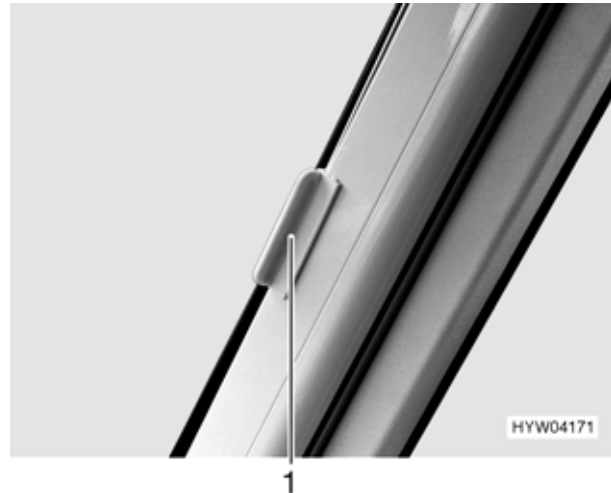
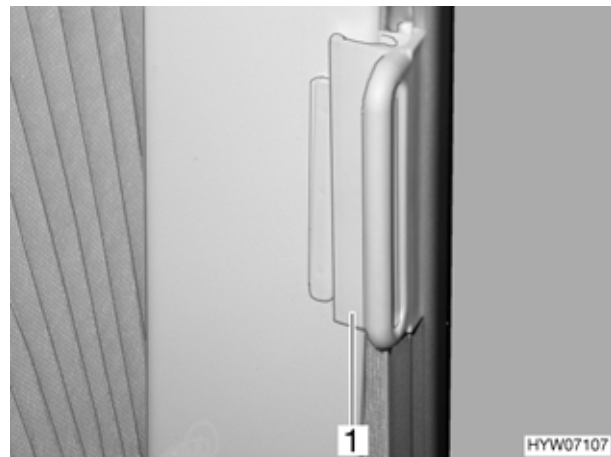

Bild 20 Dispositivo di bloccaggio aggiuntivo per le tendine oscuranti pieghevoli sulla prua (classe B)
Bild 21 Bloccaggio delle tendine oscuranti pieghevoli per il finestrino del conducente/passeggero (C-GT)
- Durante la marcia le tendine oscuranti pieghevoli per il parabrezza, la finestra del guidatore e del passeggero devono essere aperte, bloccate e fissate tramite il dispositivo di bloccaggio aggiuntivo (Fig. 20,1 e Fig. 21,1).